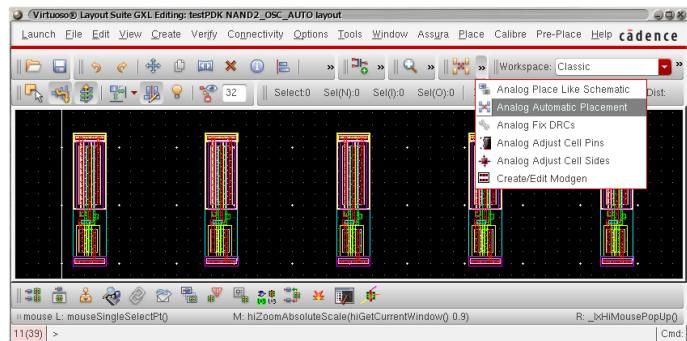

図 70: Analog Automatic Placement
5. すると、分かりづらいが、図 70 に示す位置に新しいアイコンが表示される。アイコン横の >> マークをクリックして同図に示すメニューを表示し、その中から Analog Automatic Placement を選択する。